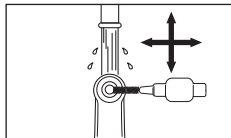

Fig. 13
- 2) Nettoyez autour de l'orifice d'insertion de la fraise pendant 15 secondes ou plus avec une brosse interdentaire (épaisseur de fil de 0,7 mm) conforme à la taille 4 selon la norme ISO 16409. (Fig. 13)